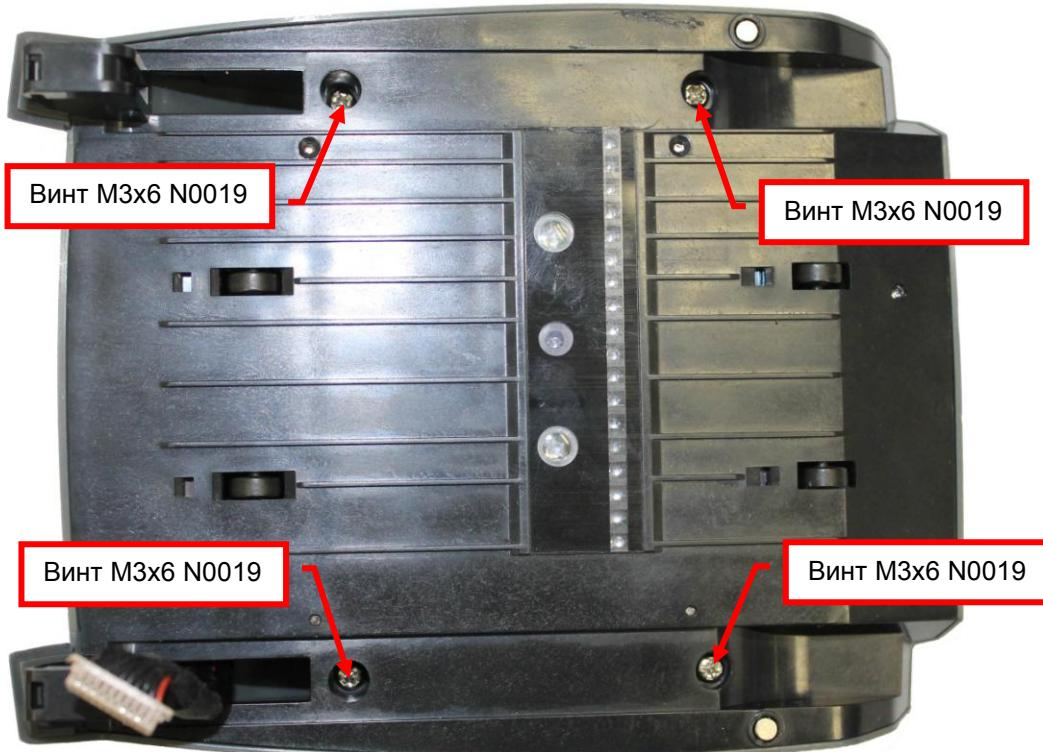

Рис. 8.10
8.4.2 Вывинтите, с помощью отвертки Ph2, винты M3x6 N0019 (4 шт.) (см. рис.8.10).